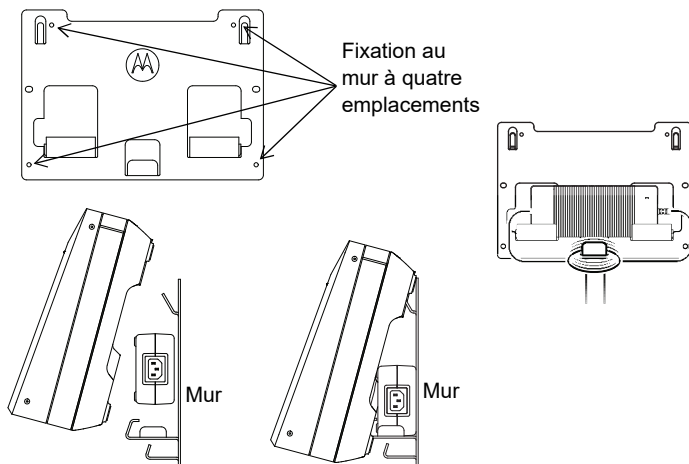

Figure 10 : fixation du chargeur pour unités multiples au support mural
4. Accrochez le chargeur pour unités multiples au support mural, comme illustré sur la Figure 10.